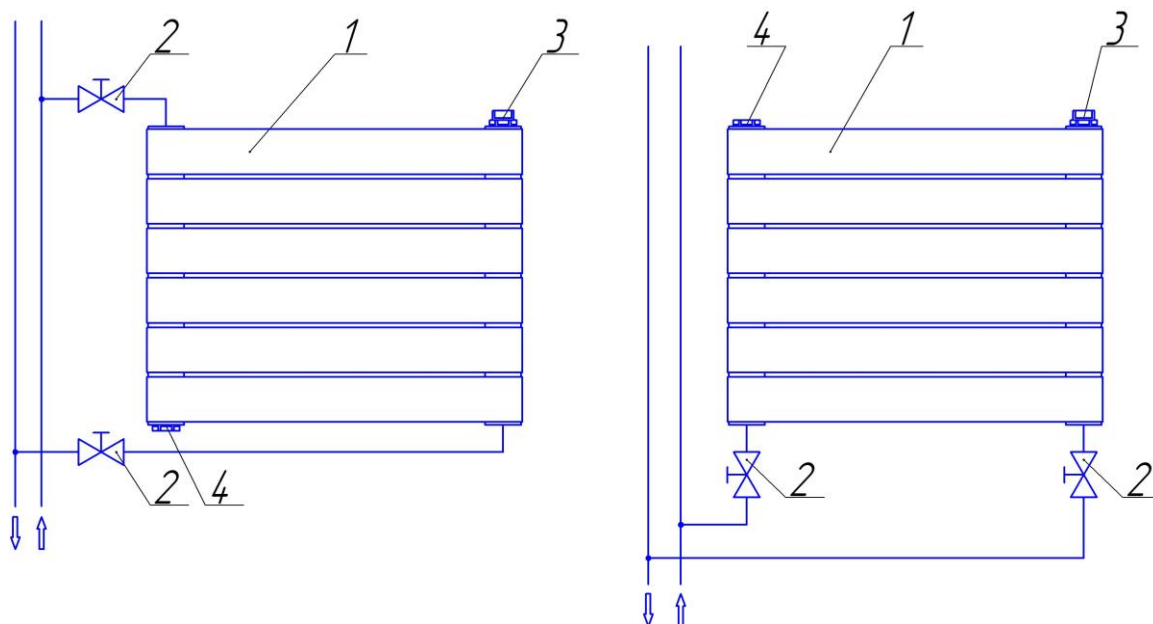

Рис. 3 1. Радиатор. 2. Вентиль (кран). 3. Кран Маевского-воздухоотводчик. 4. Пробка глухая.
5.8. Схемы подключения радиатора к двухтрубной системе показаны на рис. 3.